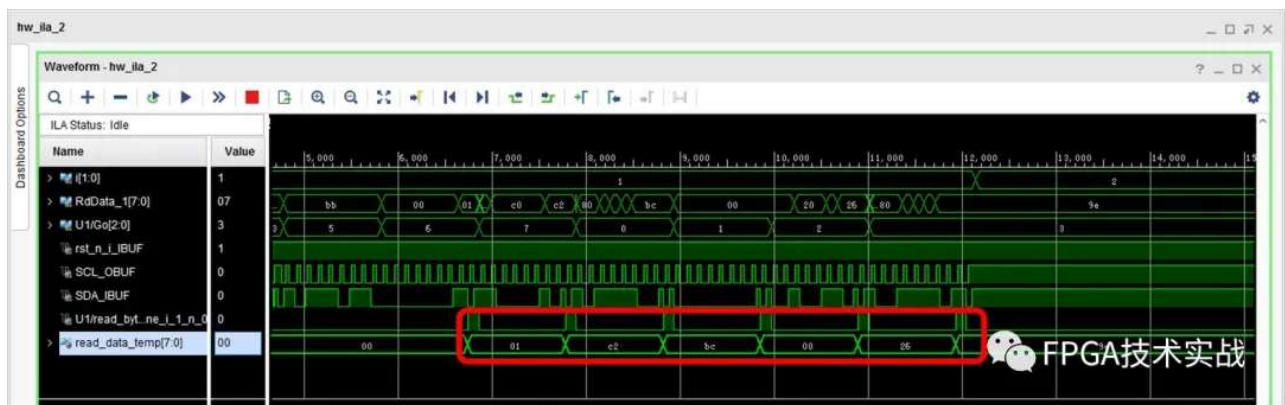

图10、FPGA I2C总线读时序图
3.根据读出的SI570内部寄存器默认配置值，FPGA I2C总线读时序图如图10所示。